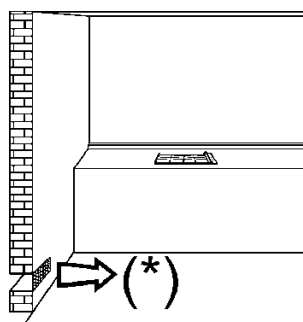
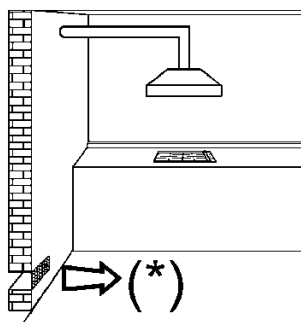

Рис. 3
Рис. 4
- Під час згоряння газу виділяється тепло і вологість. Тому в приміщенні необхідно забезпечити хорошу циркуляцію повітря, не загороджувати отвори для природної вентиляції (рис. 3) і ввімкнути витяжку (витяжний ковпак або електричний вентилятор, рис. 4 і 5).
Для правильного функціонування приладу необхідно, щоб приміщення, де він встановлюється, постійно вентильовалося. Кількість повітря має бути достатньою для нормального спалювання газу та вентиляції приміщення об'ємом 20 м³. Природне надходження повітря має відбуватися безпосередньо через вентиляційні отвори в стіні, що виходять назовні та мають переріз не менше 100 см² (див. рис. 3). Ці отвори мають бути розташовані таким чином, щоб доступ повітря до них завжди залишався відкритим.